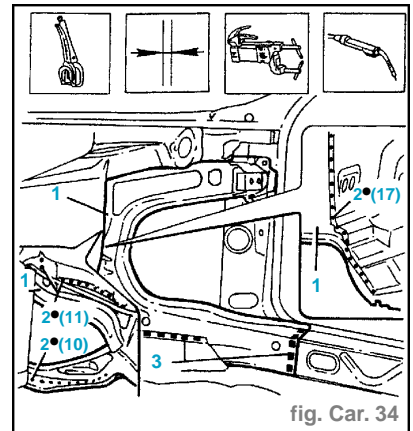

fig. Car. 34
- Positionner correctement le côté intérieur sur la voiture en utilisant la dime et les pinces autobloquantes (1) (fig. Car. 34).